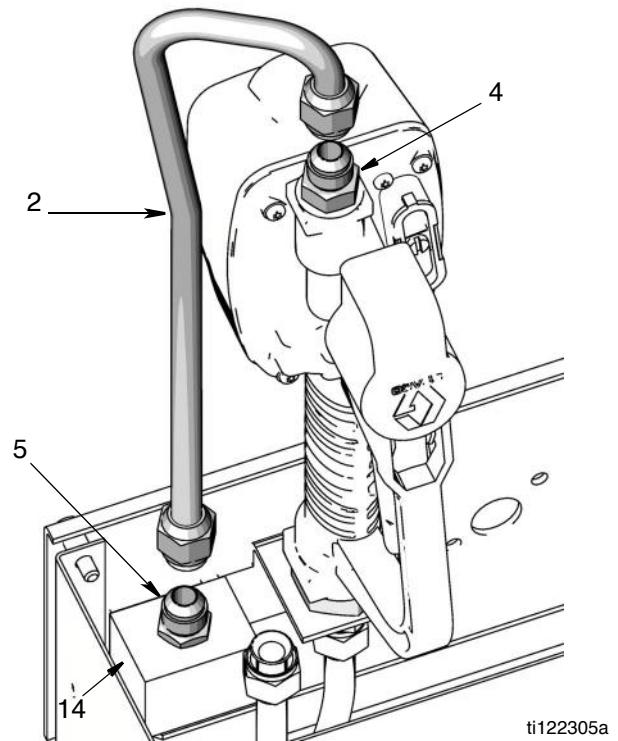

Рис. 16
6. Подсоедините выходной жидкостной патрубок (2) к фитинг-переходнику (5) на распределителе (14) и выходному жидкостному фитингу (4) (Рис. 16). Надежно затяните пальцами оба фитинга. Закрепите каждый фитинг гаечным ключом.